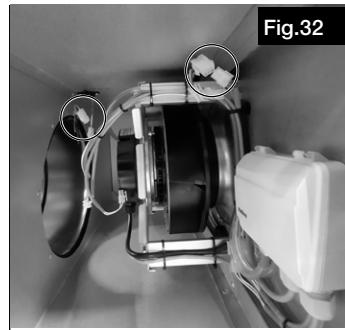

Fig.32
2. Débrancher la fiche d'alimentation et la prise des capteurs du ventilateur (voir Fig.32).